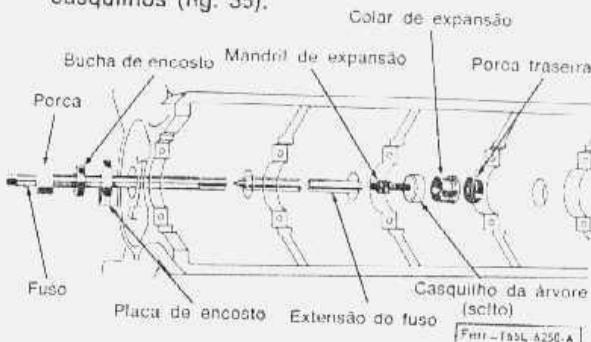

fig. 35 — substituição dos casquilhos da árvore comando de válvulas
2. Retirar o tampão do orifício do mancal traseiro da árvore de comando de válvulas. Retirar os casquilhos (fig. 35).
4. Montar o fuso do extrator e extensão (se for necessário) conforme mostrado na fig. 35 e instalar-lhos no mandril de expansão. Enrolar um pano na rosca do fuso para proteger os mancais dianteiros. Apertar a porca do fuso contra a luva de encosto e placa do extrator para retirar o casquillo. Segurar com uma chave a extremidade do fuso, para evitar que ele gire.
1. Posicionar o casquillo novo no alojamento com os orifícios de lubrificação alinhados. Introduzir o casquillo no alojamento utilizando a ferramenta mostrada na fig. 35. A placa do extrator e a porca do fuso devem estar centralizados, para evitar danos ao casquillo. Repetir o procedimento para cada casquillo. Certificar-se que o casquillo dianteiro está instalado à distância especificada da face frontal do bloco (fig. 36).
28. Retirar o tampão do orifício do mancal traseiro. Retirar os casquinhos dos mancais da árvore de comando de válvulas (fig. 35).
3. Colocar os casquinhos da árvore de comando de válvulas nos alojamentos do bloco, com os furos de lubrificação alinhados, utilizando a ferramenta mostrada na fig. 35. Certificar-se de que o casquinho dianteiro da árvore de comando de válvulas está instalado à distância especificada da face frontal do bloco do motor (fig. 36).